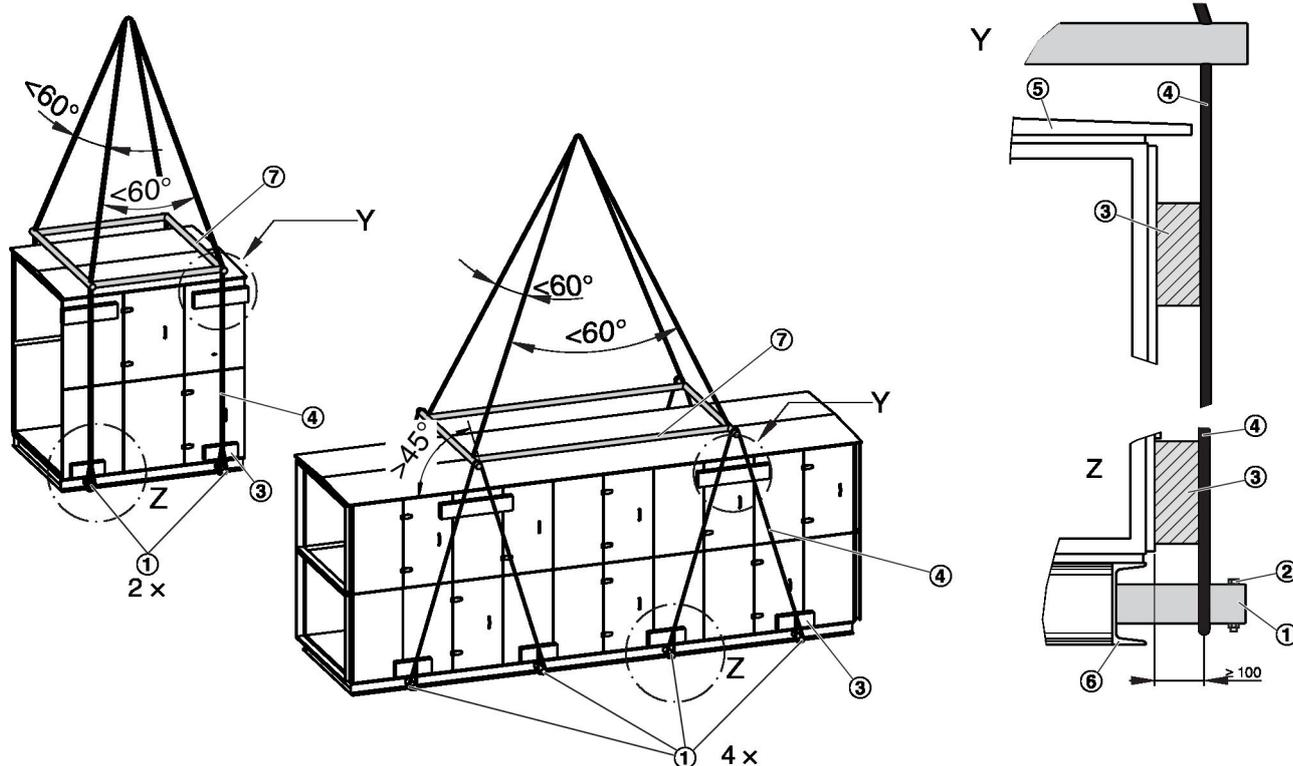

Abb. 9: Anschlag mit zwei oder vier Transportrohren
Die Anzahl der Bohrungen im Grundrahmen (Abb. 9 /6) gibt die Anzahl der zu verwendenden Transportrohre (Abb. 9 /1) vor.
- Die Anschlagart entsprechend der Anzahl der verwendeten Transportrohre auswählen Abb. 9
1. ▶ Die Grundrahmenstopfen der Bohrungen im Grundrahmen (Abb. 9 /6) der RLT-Bauteile abnehmen.
2. ▶ Die Transportrohre (Abb. 9 /1) in die Bohrungen im Grundrahmen schieben.
Die Transportrohre mit den Schrauben (Abb. 9 /2) sichern.
3. ▶ Anschlagmittel (Abb. 9 /4) um die Rohrenden der Transportrohre legen.
Anschlagmittel zwischen Grundrahmen (Abb. 9 /6) und den Schrauben (Abb. 9 /2) positionieren.
Die Kanten mit Distanzhölzern (Abb. 9 /3) schützen. Bei Bauteilen/Geräten mit Dach (Abb. 9 /5) Distanzhölzer so auswählen, dass der Abstand zwischen Anschlagmittel und Gerät von 100 mm gewährleistet ist.
Die Anschlagmittel geeigneten Spreizvorrichtungen (Abb. 9 /7) im Dachbereich, z. B. mit einer Traverse auseinander halten.